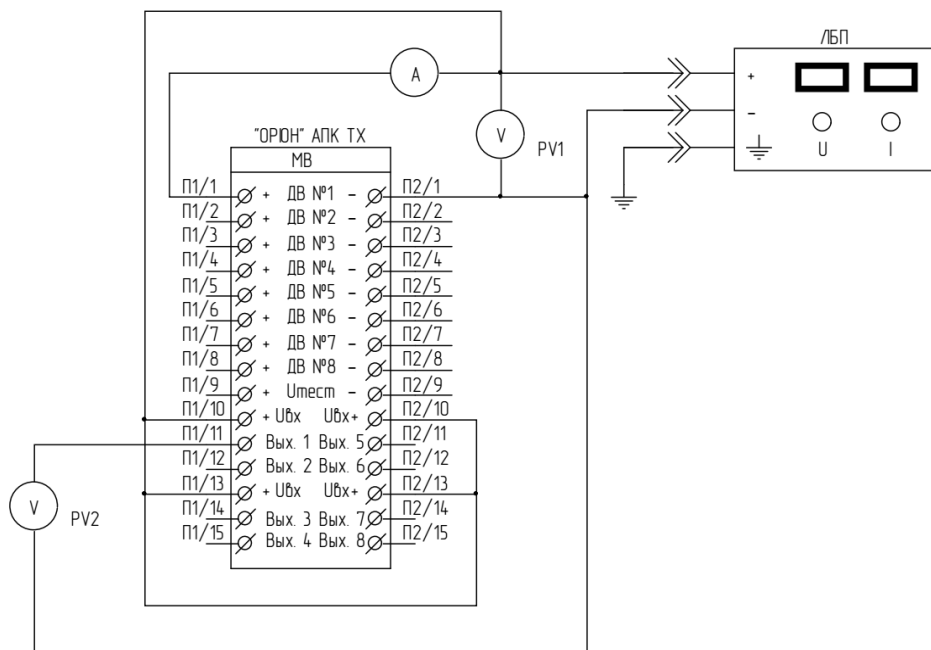

Рисунок 8.10.2 – Електрична схема вимірювань без використання «ЦИКЛОН» 115
- 1) Зібрати схему проведення вимірювань (див. рисунок 8.10.2);